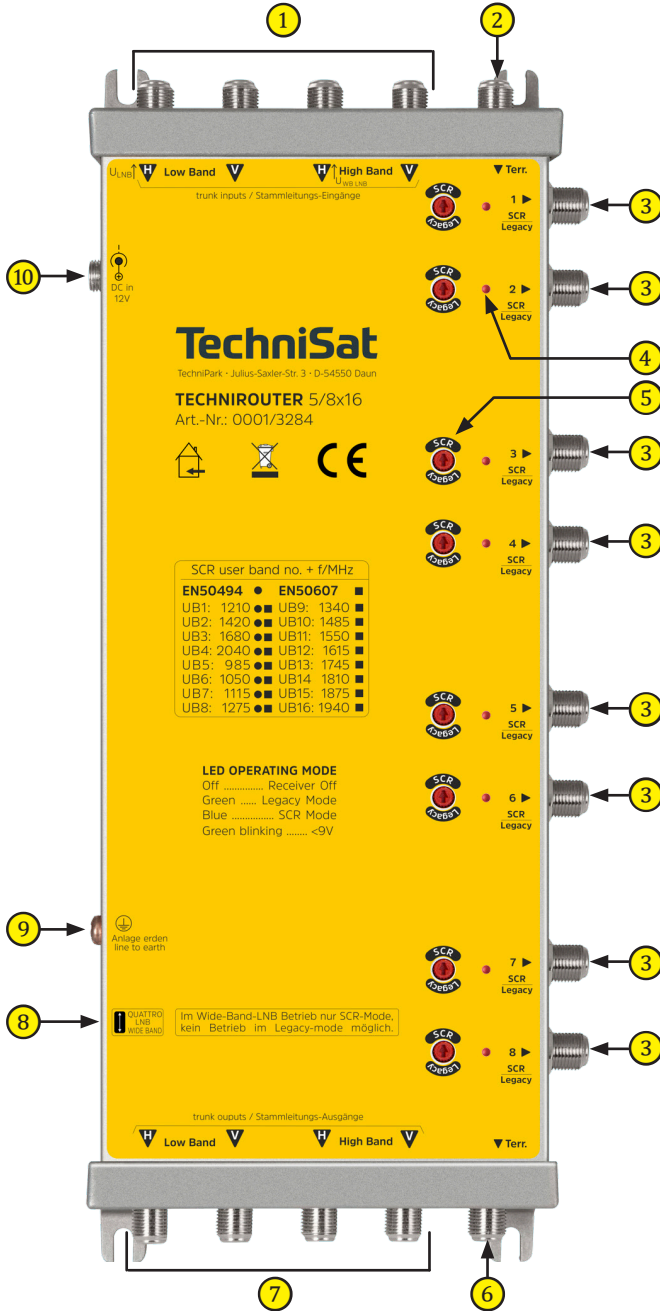

Abb. 1: Ansicht TECHNIROUTER 5/8x16
Erläuterung Abbildung 1
Beim Betrieb mit 2 Orbitpositionen verwenden Sie Wide-Band-LNBs mit einer Lokaloszillatorfrequenz (LOF) von 10,41 GHz. Für die genutzte Betriebsart stellen Sie den **Schiebeschalter** (Abb. 1 auf Seite 4, Nr. ⑧) in die entsprechende Position.
Die **LED** (Abb. 1 auf Seite 4, Nr. 4) zeigt die Statusfunktion des zugehörigen Einkabelausgang an.
Zur Stromversorgung schließen Sie das 12V Steckernetzteil an die Hohlbuchse **DC in 12V** an (Abb. 1 auf Seite 4, Nr. 10). Es versorgt den **TECHNIROUTER 5/8x16**, die LNBs und weitere an den Stammleitungen angeschlossenen Komponenten. Die maximale Stromabgabe über den **HL** und **HH** Anschluss beträgt 500mA.